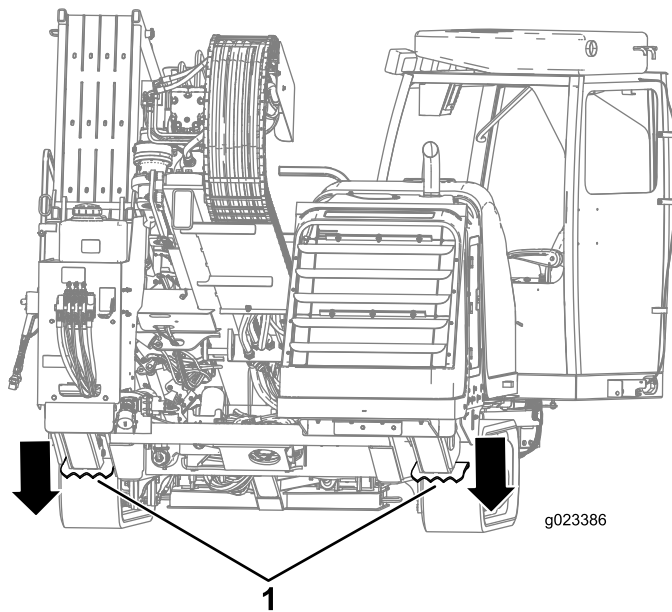

Figure 43
- Abaissez les stabilisateurs arrière jusqu'à ce qu'ils soient bien en appui sur le sol, ou jusqu'à ce que l'angle de pénétration voulu soit obtenu (Figure 43).